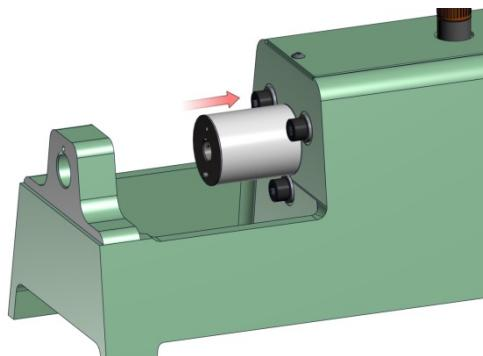

Abbildung 6.3.4
8. Führen Sie den Hydraulikkolben (ohne Kippen) ein, bis dieser die Endposition auf der rechten Seite erreicht. Siehe nachfolgende Abbildung 6.3.4.